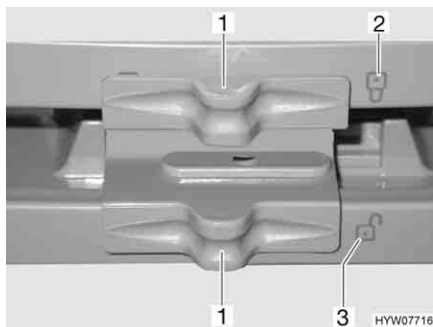

Bild 191 Lås till kylskåpsdörr/frysfacksdörr (Dometic 7-serie med separat frysfack)
- Skjut låset (Bild 191, 1) åt sidan så att det öppna låset "☐" (Bild 191, 3) blir synligt.
- Skjut låset (Bild 191, 1) åt sidan så att det stängda låset "☒" (Bild 191, 2) blir synligt.